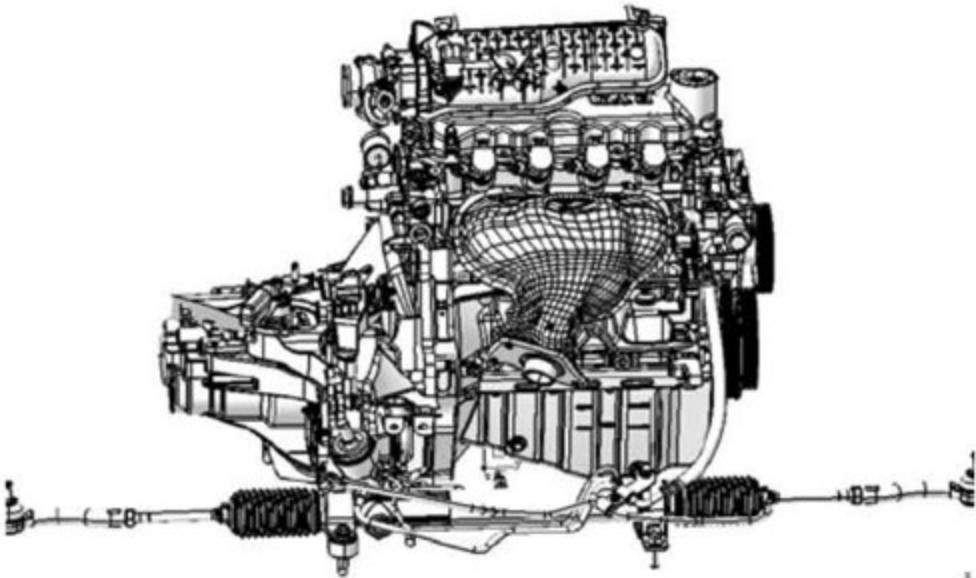

图2—20
2) 拆下与转向油泵连接的高压出油管，拧下空心螺栓，如图2—20所示。